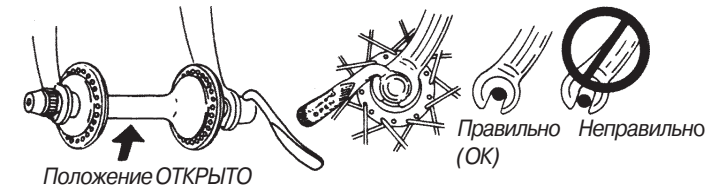

Рис. 10
1. Поставьте рычаг эксцентрикового зажима в положение ОТКРЫТО и поставьте колесо так, чтобы оно плотно вошло в проушины внутренней стороны перьев вилки (см. рис. 10).